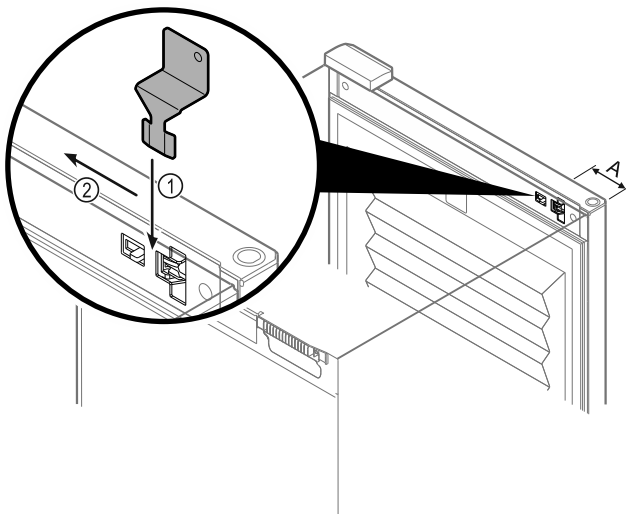

Fig. 133
- ▶ Helyezze a vészkireteszelő kulcsot a megadott helyre, Fig. 133 (A) \approx 100 mm.
- ▶ Dugja be ütközésig a vészkireteszelő kulcsot Fig. 133 (1) fentről az ajtó és a készüléktest közé.
- ▶ Húzza a vészkireteszelő kulcsot a zsanér felé. Fig. 133 (2)